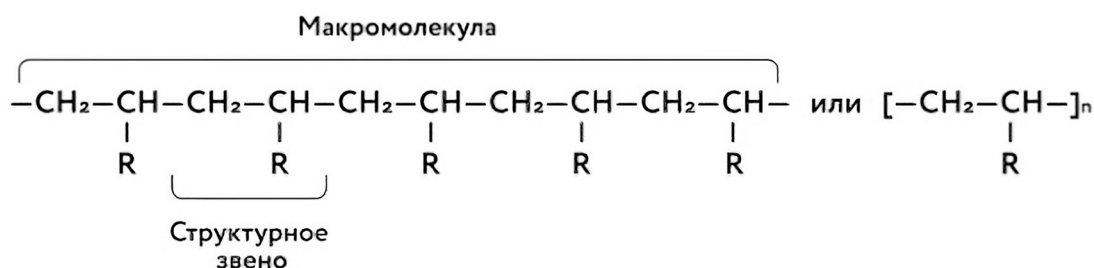

Рис. 2. Строение полимерной молекулы
Полимерами являются высокомолекулярные соединения, состоящие из одинаковых или различных звеньев, соединенных химическими связями в длинные цепи. Полимер означает много частей (от греческого *polus*-много и *meros*-части). Наглядной моделью полимера является ожерелье из бусин. Звеньями цепи могут быть как отдельные атомы, так и группы атомов (например, полимерная сера $-S-S-S-S-$ и полиэтилен $-CH_2-CH_2-CH_2-$). Число повторяющихся звеньев в цепи – степень полимеризации (P) (рис. 2). Она определяет молекулярную массу полимера